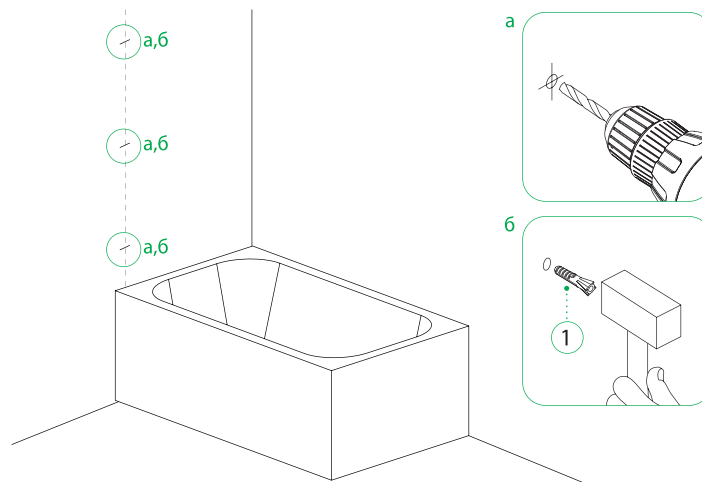

Рис. 5/5-сур.
2. Просверлите отверстия (рис. 5-а) и вставьте дюбели (1), как показано на рисунке 5. Приложите пристенный профиль (9), предварительно обработанный санитарным